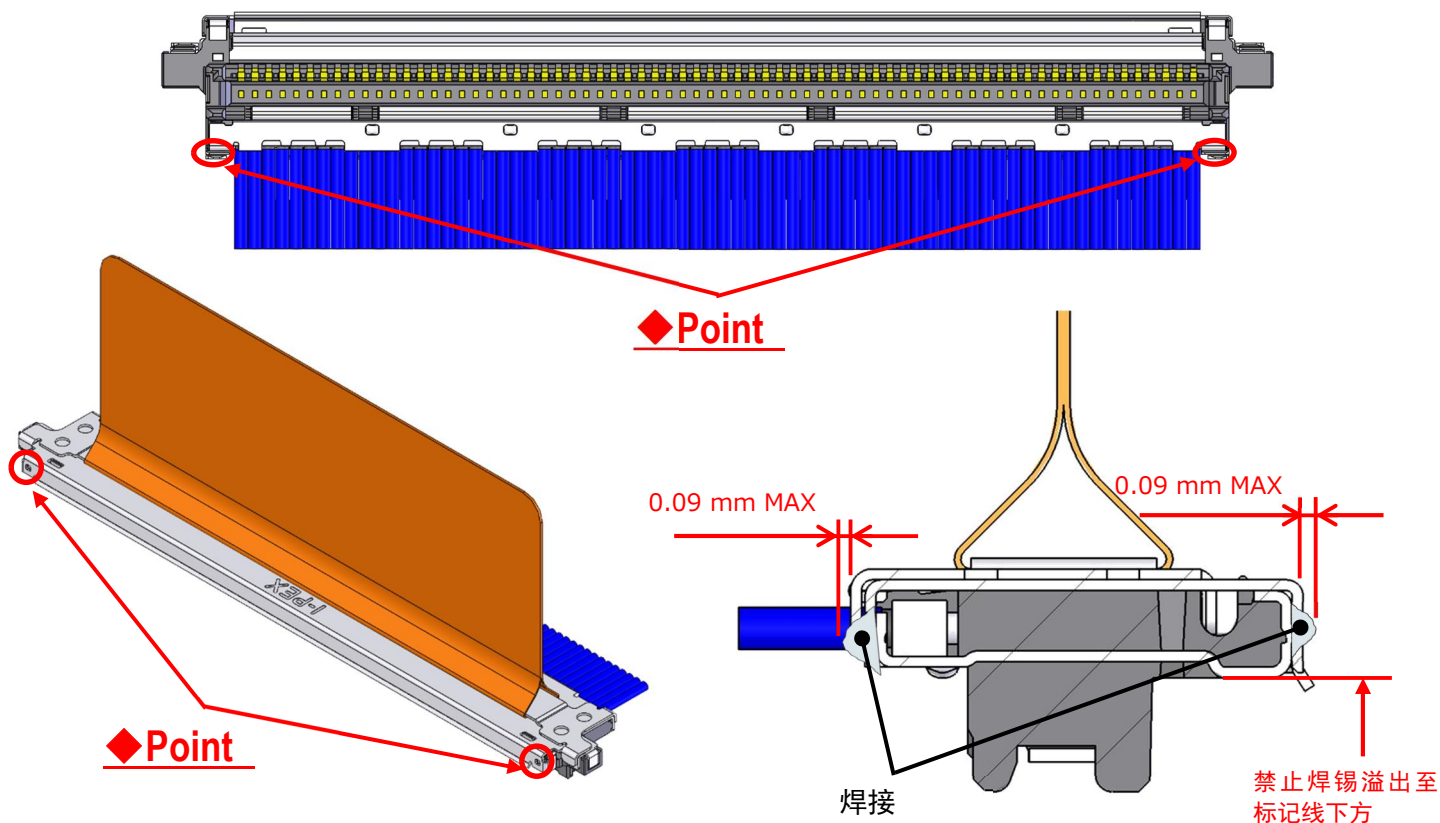

图. 14 仅限 70P: 焊接 Shell-A 和 Shell-B
在完成步骤④后，需额外用电烙铁将图. 14 ◆Point 的 Shell-A、Shell-B 进行焊接。